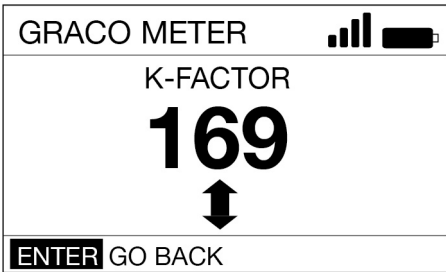

FIG. 26
8. Observe que aparezca el FACTOR K en curso. En el ejemplo mostrado en Fig. 26 el valor del FACTOR K es 169.